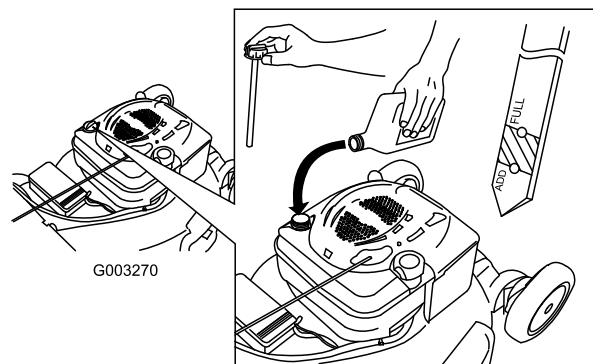

Figure 10
5. Sortez de nouveau la jauge et contrôlez le niveau d'huile ; voir Figure 10.
2. Retirez la jauge (Figure 10).